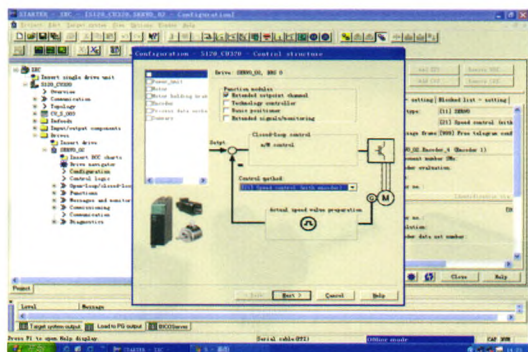

图 7
(6) 然后点击Configuration DDS提示断线，确认后出现如图7画面。
(7) 打开Function后，选择Extended Setpoint Channel；单击Next，设置Control structure为speed control(with encoder)，单击Next，设置Power_unit；设置驱动名称，电压等级、冷却方式、类型及电源单元类型；单击Next，设置Power_unit supplementary data：控制单元适配器为CUA31；单击Next，设置motor：电动机名称及类型；单击Next，设置motor holding brake：带有电动机抱闸，抱闸长开设置；单击Next，设置Encoder：编码器1即电动机编码器参数：2048，1vpp A/B R 2002；单击Next，设置Progress data exchange(drive)：由BICO自由识别报文配置；单击Next，设置Summary后，完成驱动配置。然后将该驱动数据下载到驱动模块中。